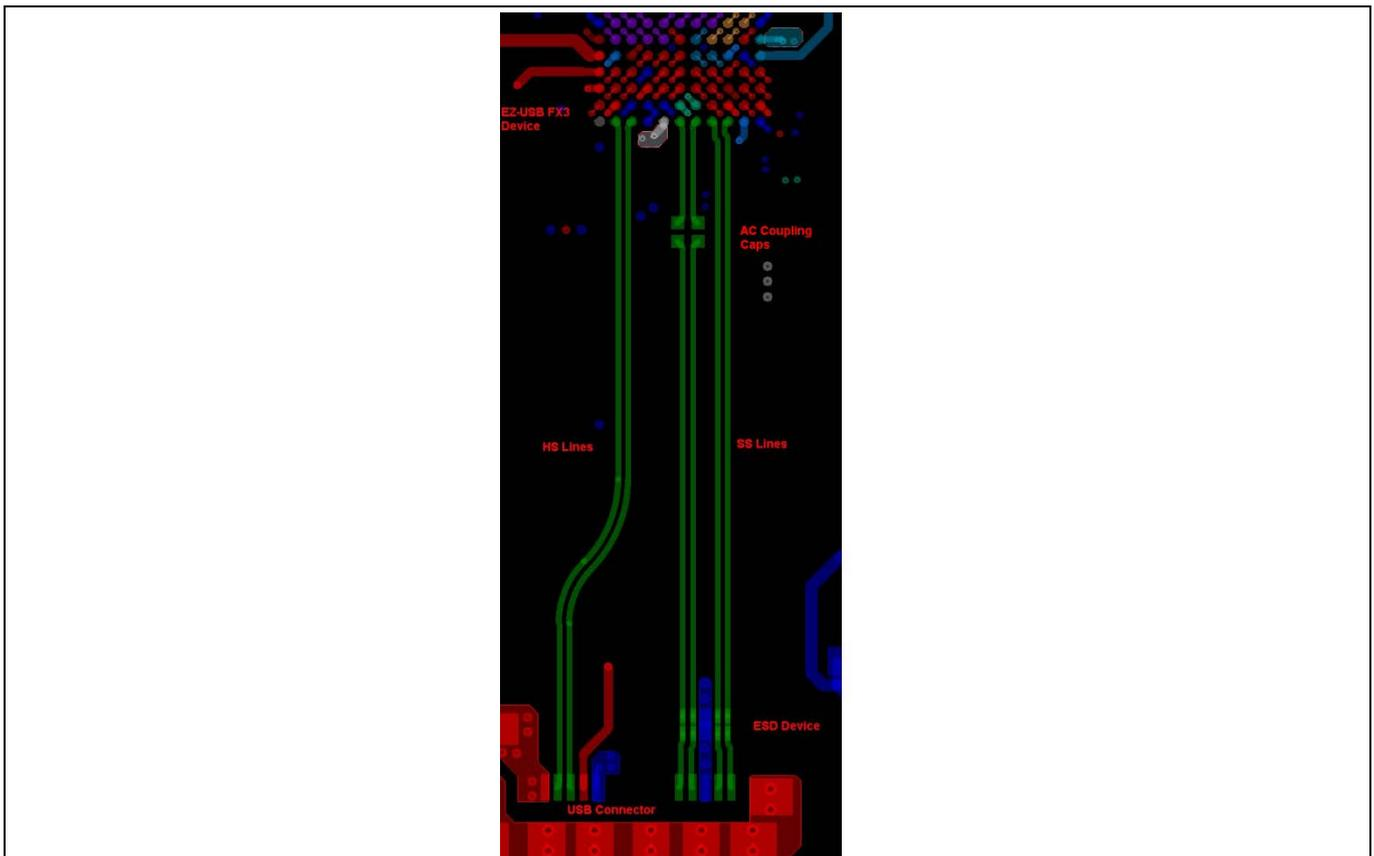

Figure 36 USB 信号的布局示例
- **Figure 36** 显示的是将 USB 信号从 EZ-USB™ FX3 器件布线到 USB 3.0 Micro B 插座的一个示例。每个差分对在走线上必须保持一致。将交流去耦电容器放置在离该器件尽可能近的位置。将 ESD 器件放置在离该插座最近的位置。